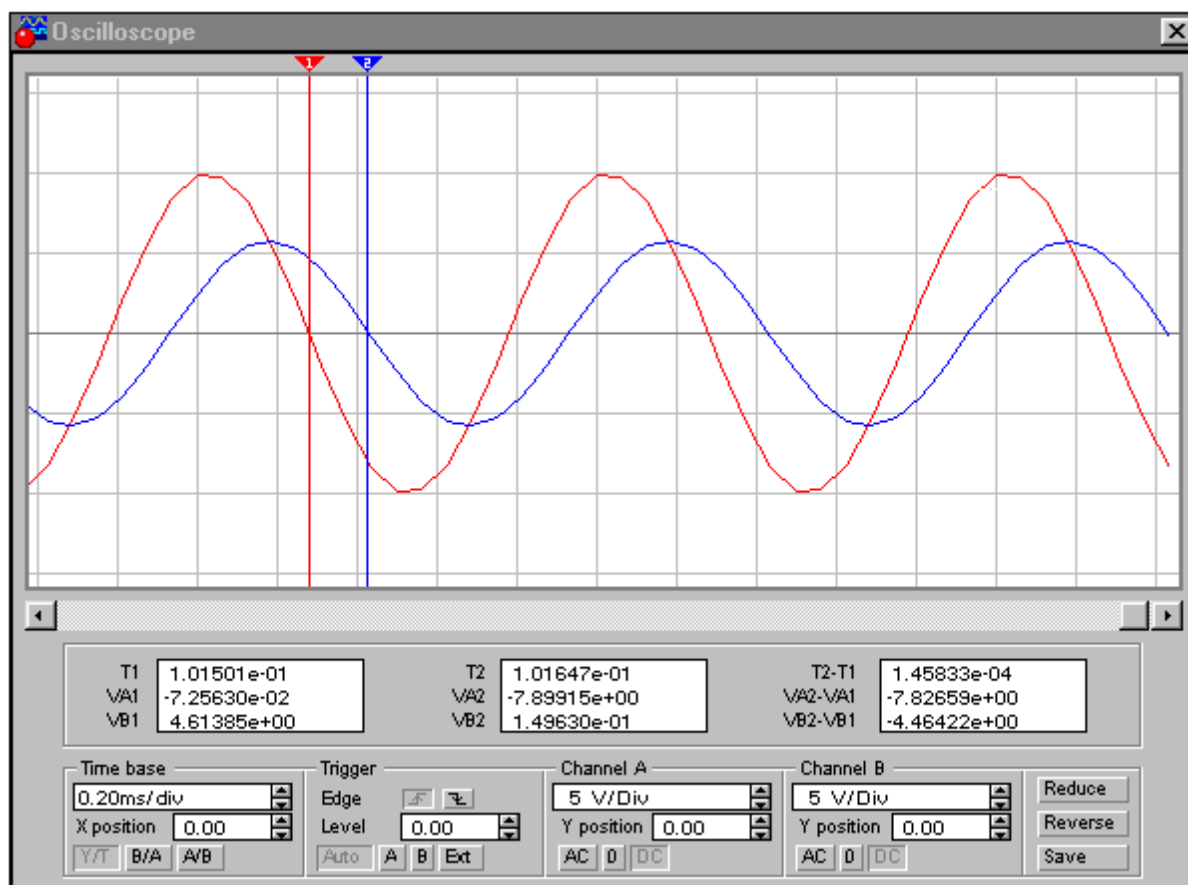

Рис. 21. Вид окна осциллографа в режиме большого экрана
2) Нажмите кнопку «Expand» на рабочем поле осциллографа для перехода в большеэкранный режим, а также на кнопку «Pausa» в правом верхнем углу рабочего поля. Режим большого экрана осциллографа показан на рис. 21.